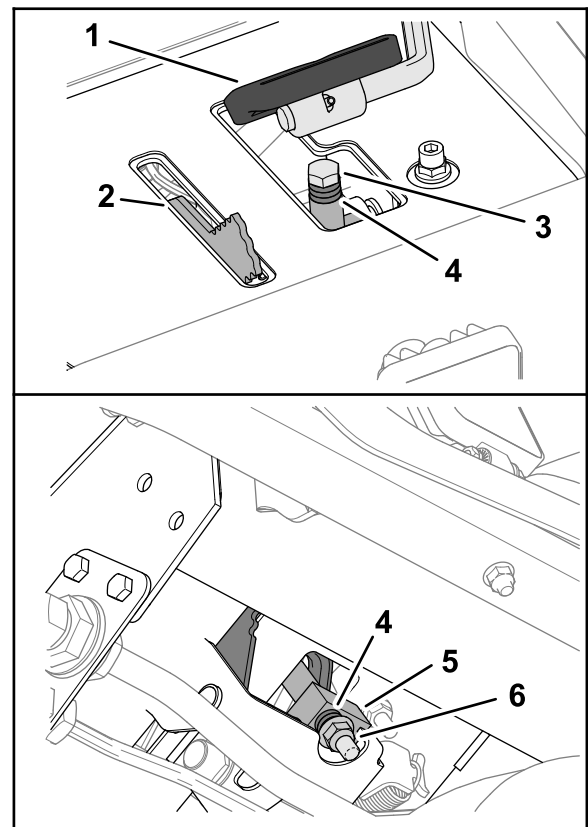

Рисунок 148
3. Под педаль тяги отверните упорный болт и фланцевую контргайку, которые крепят проставки к упорному блоку скорости скашивания (Рисунок 148).